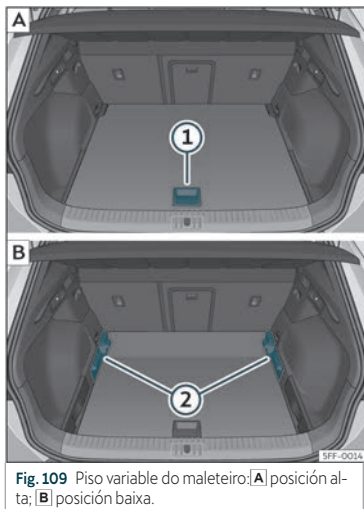

Fig. 109 Piso variable do maleteiro: **A)** posición alta; **B)** posición baixa.
- Para pasar da posición baixa á alta, levante o piso pola asa»» **fig. 109 ①**, puxe cara atrás ata que a parte dianteira do piso supere totalmente os soportes»» **fig. 109 ②**.
- Desprace sobre estes o piso cara adiante ata que faga tope no respaldo dos asentos posteriores e, a continuación, baixe o piso coa asa **①**.
- Para pasar da posición alta á baixa, levante o piso pola asa»» **fig. 109 ①**, puxe cara atrás ata que a parte dianteira do piso supere totalmente os soportes»» **fig. 109 ②**.
- Deixe caer a parte anterior contra o piso e empúxeo cara adiante ata que faga tope no respaldo dos asentos posteriores baixando ao mesmo tempo o piso coa asa **①**.
- Co piso variable en posición alta, levánteo pola asa»» **fig. 109 ①**, puxe dela e empuxe cara ao respaldo dos asentos posteriores ata que se dobre o piso pola liña de bisagra e a parte móbil do piso repouse sobre el.